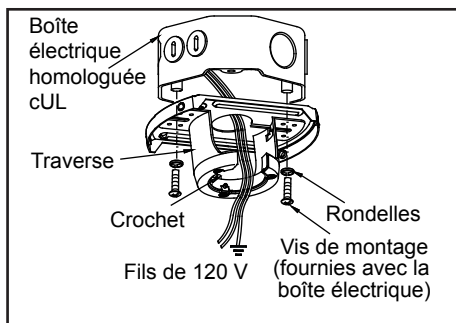

Figure 8
1. Faites passer les fils d'alimentation de 120 volts par l'orifice central de la traverse, tel qu'indiqué sur la Figure 8.
2. Fixez la traverse à la boîte électrique à l'aide des vis de montage fournies avec la boîte électrique. Notez que le côté plat de la traverse est dirigé vers la boîte électrique. (Figure 8)